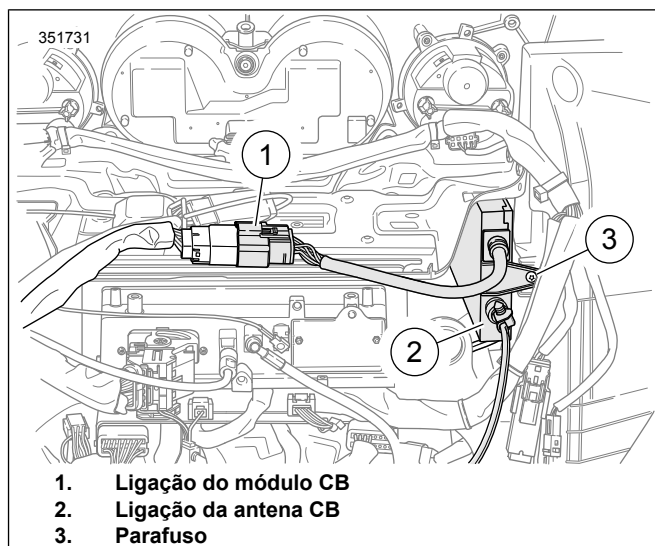

Figura 3. Ligações do chicote da carenagem interior
5. Ver Figura 3 . Ligue a caixa da tomada com 12 entradas ao CB [184] (1).